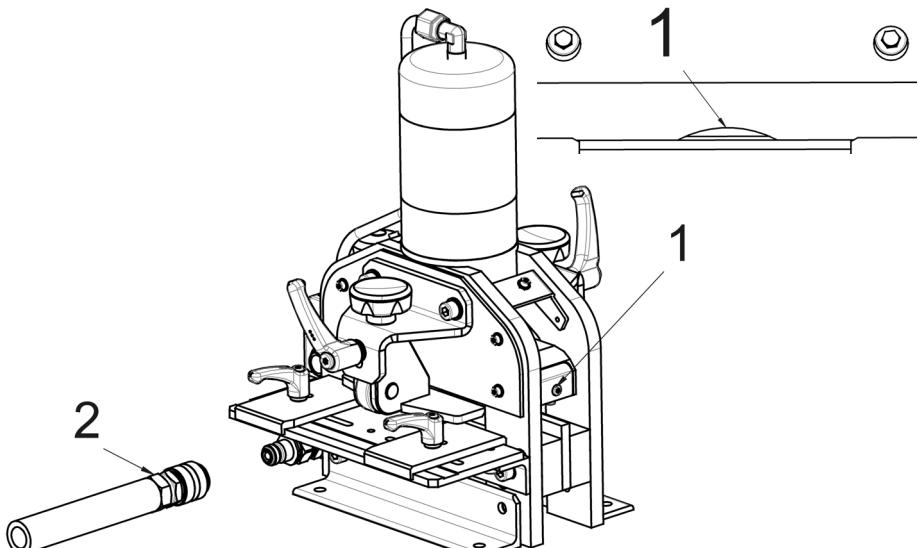

Рис. 10: Нож в нижней позиции
- Активировать гидравлический насос и дать ножу опуститься вниз настолько, чтобы был замечен небольшой зазор (рис. 10, 1) между ножом и противорежущей пластиной.
- Отключить гидравлический насос и сразу отсоединить гидравлическое соединение (рис. 10, 2) от блока резки, чтобы режущий механизм остался в нижнем положении.